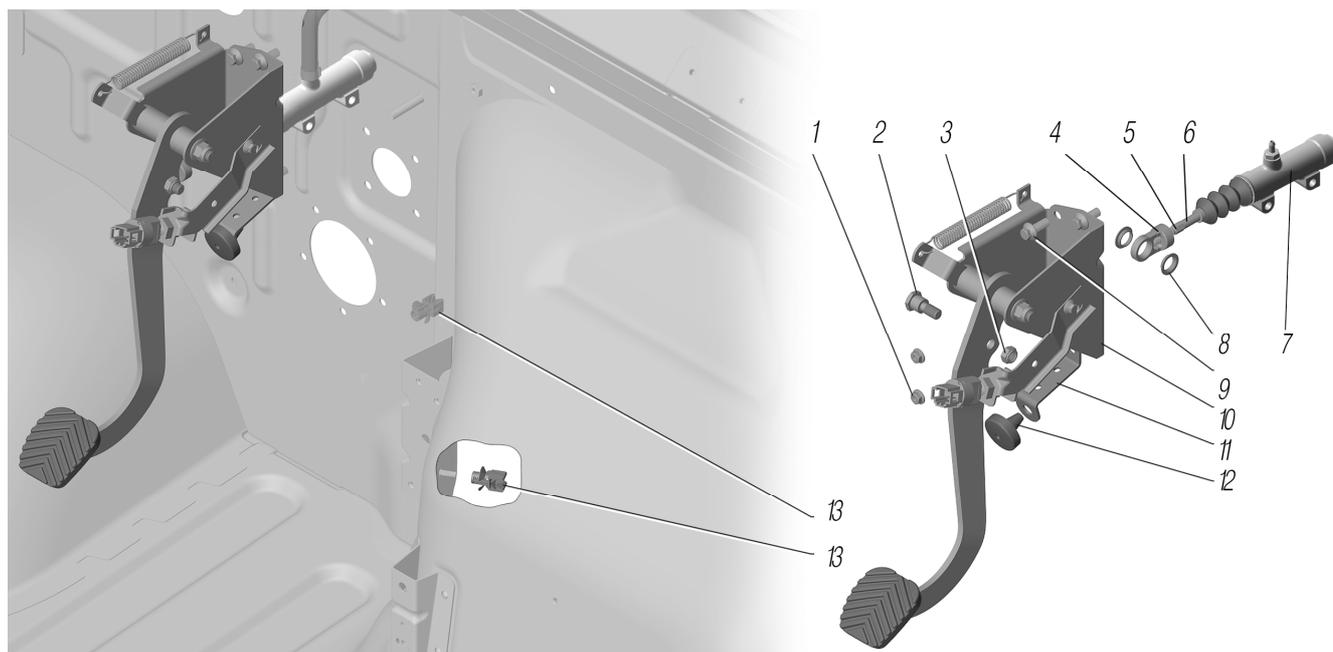

Рисунок 2.4
*¹ См. рисунок 2.4
See figure 2.4